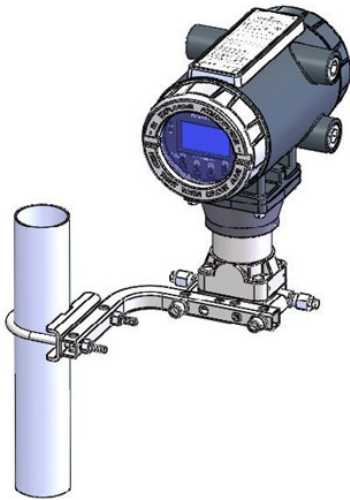

图 6. 使用共平面安装座的 FB1100
2. FB1100 可直接安装到管路上的歧管（使用共平面安装座）或间接安装到二英寸管道或立柱上。见图6和7。